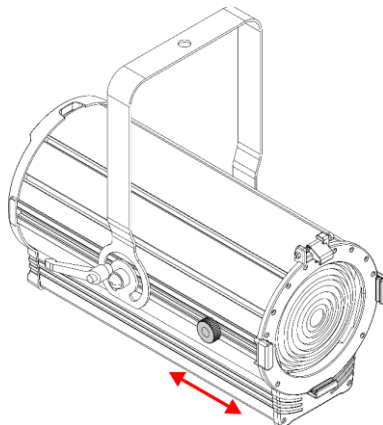

Fig. 16
- 01) Tournez le **contrôle de zoom (05)** dans le sens inverse des aiguilles d'une montre pour le desserrer.
- 02) Faites glisser le **contrôle de zoom (05)** vers l'avant ou vers l'arrière pour obtenir l'angle de faisceau souhaité (voir fig. 16).
- 03) Après avoir réglé l'angle du faisceau, tournez le **contrôle de zoom (05)** dans le sens des aiguilles d'une montre pour le serrer. Ne le serrez pas trop.